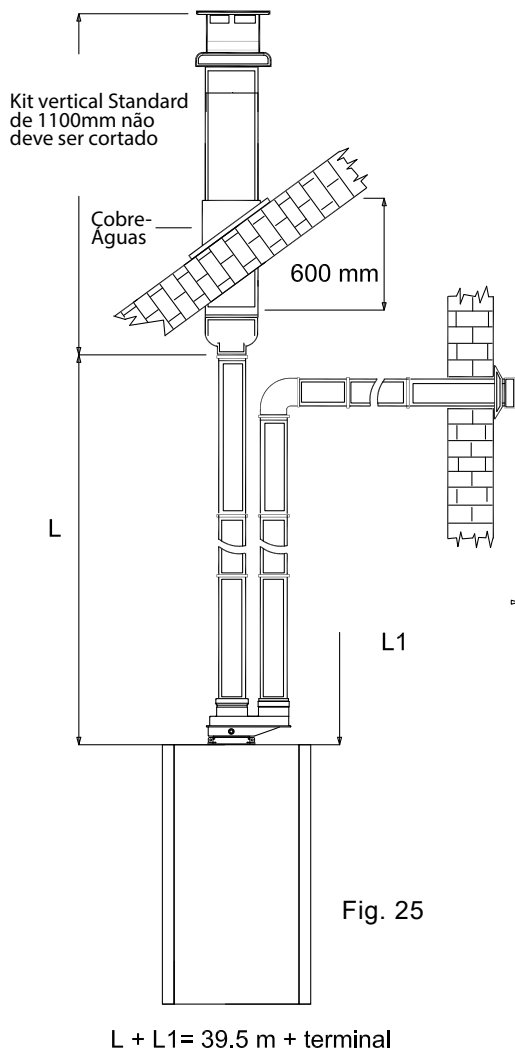

Fig. 25
5.17 Sistema de exaustão/sucção com dois diâmetros nominais separados de 80. Tubo de escape em telhado plano ou inclinado, sucção na parede vertical (fig. 25).